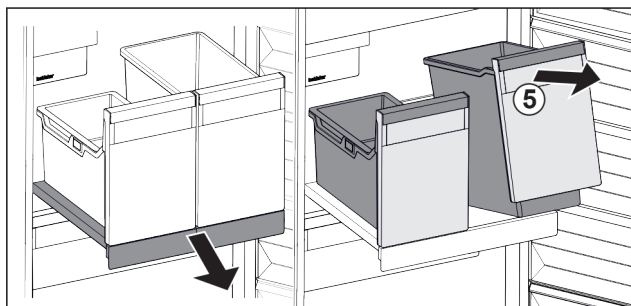

Fig. 123
- ▶ Nádobu Fig. 123 (5) vpředu nadzvedněte.